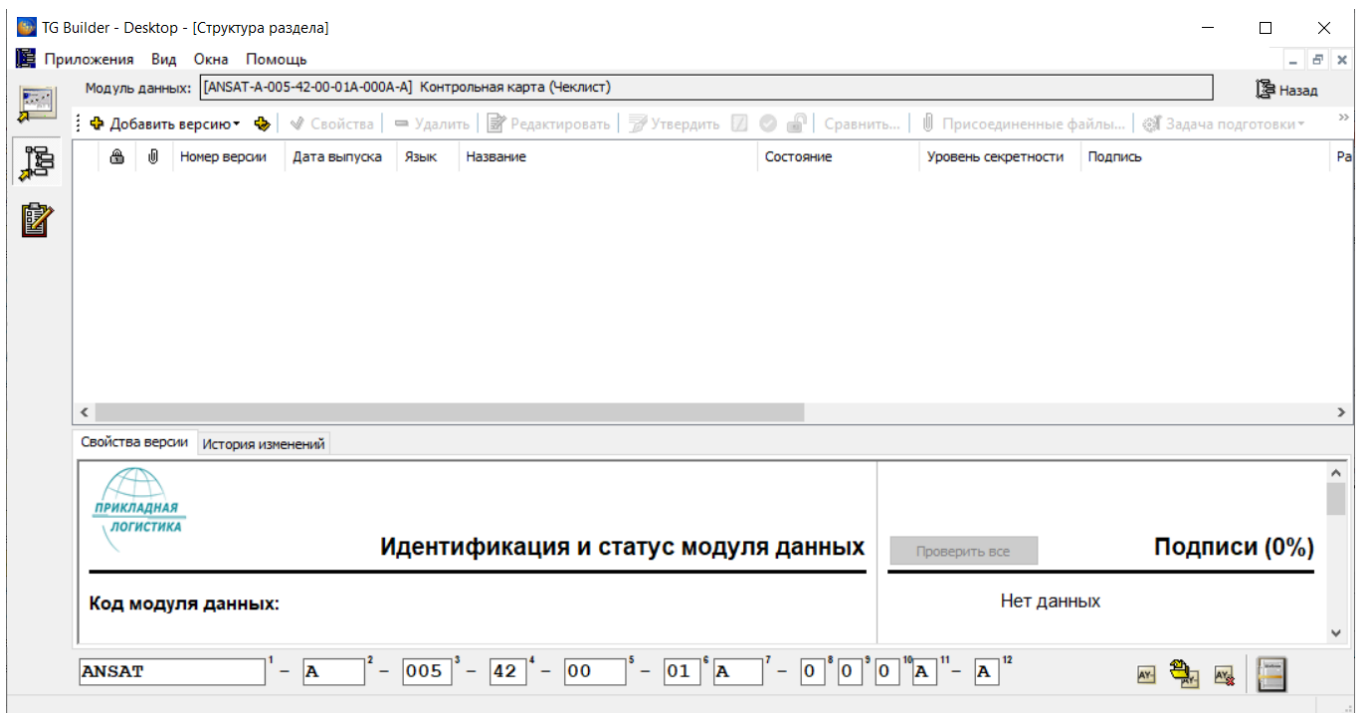

Рисунок 989
5) Выделите модуль данных. Войдите в редактор версий модуля данных, выбрав инструмент **Редактировать** в правой части диалогового окна **Структура раздела** или щелкните два раза левой кнопкой мыши по прямоугольнику элемента. Открывшееся диалоговое окно редактора версий состоит из двух окон (рисунок 989).